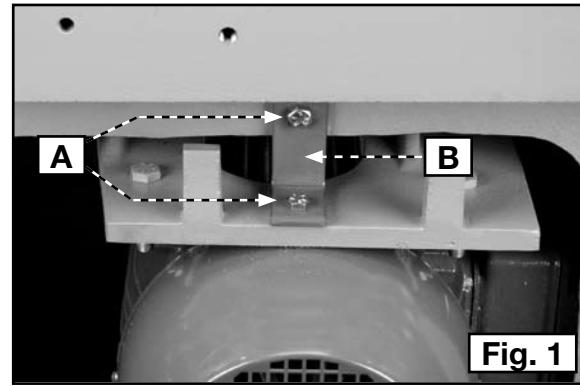

Fig. 1
IMPORTANT - Avant d'assembler cet appareil, enlever les deux boulons (A) fig. 1, et la sangle d'expédition rouge (B). Ce support protège le moteur durant l'expédition.